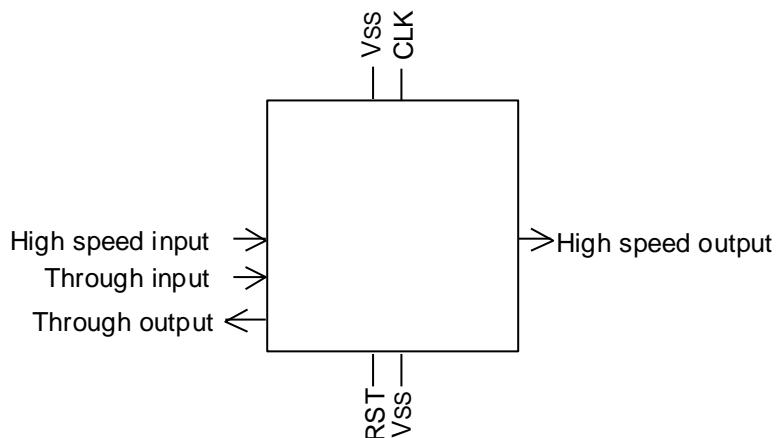

図 7-3 クリティカル信号配置例 1
- ① クロック系、リセット系などのノイズの影響を小さくする必要のある端子は、出力端子から離し電源端子の近くに配置して下さい。（図 7-3）
- ③ 高速で動作する入力、出力端子は IC (パッケージ) 辺中央付近に配置して下さい。（図 7-3）
- ④ 特定の入力端子から出力端子までの遅延値がお客様の仕様に対し余裕がない場合には、これらの入出力端子を近傍に配置して下さい。（図 7-3）